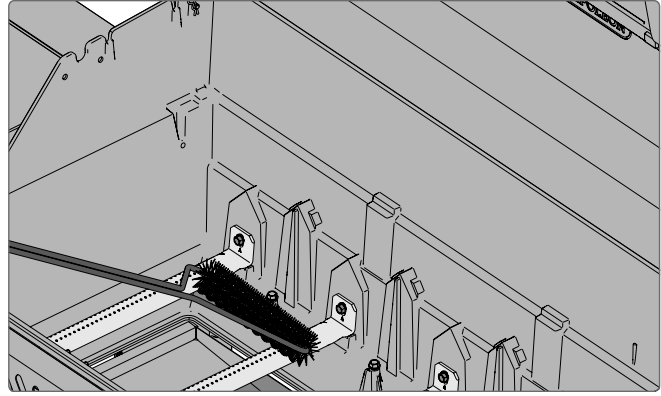

Рис. 21
5. Сметите весь оставшийся мусор с внутренней поверхности гриля в поддон для сбора капель (Рис. 21, 22).